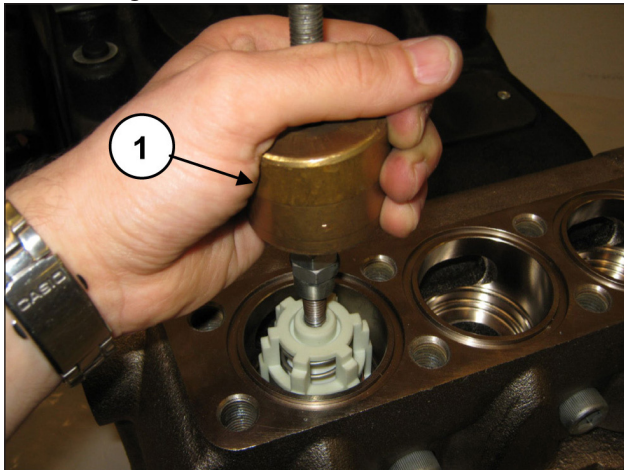

Abb. 135
Entfernen Sie die Druckventilgruppe mithilfe eines Abziehers mit Schlagwerk (Art. 27516400) an der Bohrung M10 der Ventilführung (Pos. ①, Abb. 135).